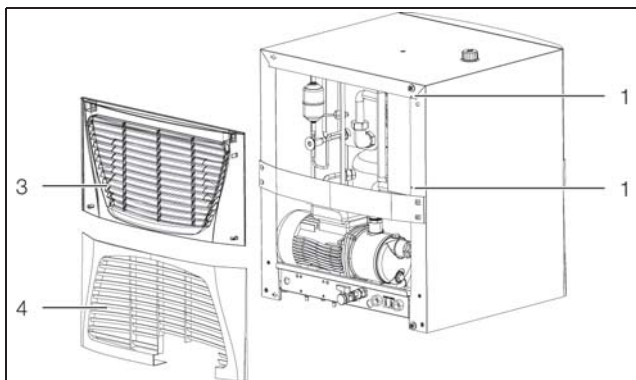

Abb. 42: Vorbereitung SPS-Anschluss (3320.600 und 3334.600)
- Demontieren Sie die Lamellengitter (Abb. 42, Pos. 3 und 4) an der Rückseite des Chillers.